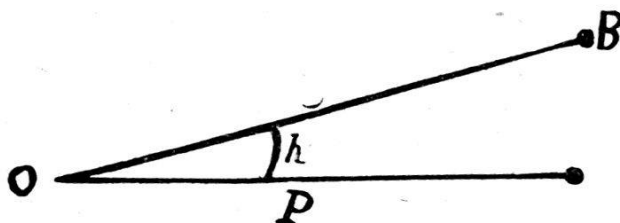

FIG. 7.
*Exemple* : L'angle de site est l'angle que fait OB (ligne de mire) avec le plan horizontal (fig. 7).